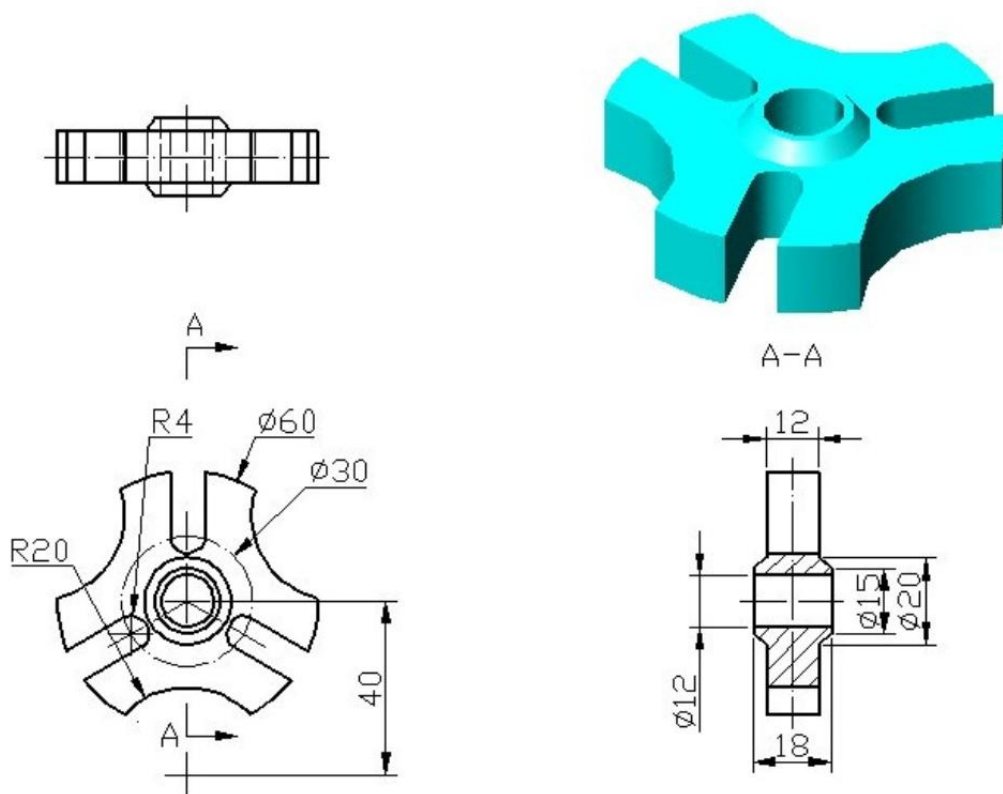

图 J1-3 三维零件 3
①在盘下建立考生文件夹，文件夹名称为“场次-工位号”，所有文件必须保存在考生文件夹中，否则记零分；
②文件名称为“J1-3”，保存在考生文件夹中；
③根据图 J1-3 所示尺寸完成三维建模；
④隐藏草图和创建的基准平面；
⑤考试过程中注意保存，考核结束时考试应立即停止操作，不得关闭电脑，离开考场。